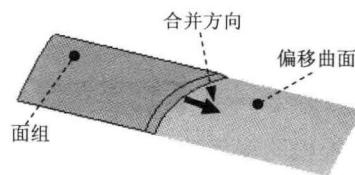

图 1.9 定义合并 2
Step10. 创建合并特征——合并 2。按住 Ctrl 键，选取图 1.9 所示的面组和偏移曲面为合并对象；选择下拉菜单 **编辑(E)** → **合并(G)**... 命令；调整箭头方向如图 1.9 所示。